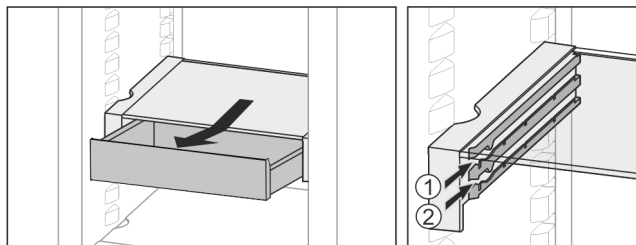

Fig. 30
- ▶ Vstavite ga na poljubni višini Fig. 30 (1) ali Fig. 30 (2).